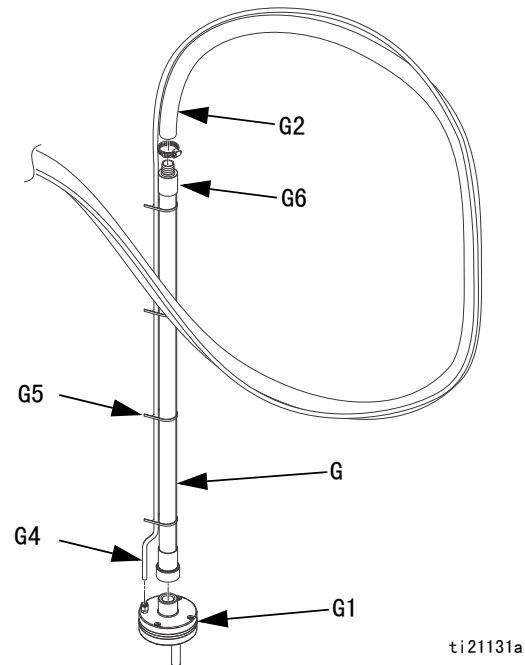

图 8
6. 给螺纹涂上管道密封剂，然后将振动器钢管 (G) 连接至振动器头 (G1)。参见图 8。
7. 将外径为 1.3 英寸 (33 毫米) 的干净真空输送软管 (G2) 与振动器钢管 (G) 相连，并用随附的软管夹进行固定。参见图 8。
8. 将外径为 3/8 英寸的空气管路 (G4) 排布在 1.3 英寸 (33 毫米) 的干净真空输送软管 (G2) 旁边，并在多个点用随附束带 (G5) 固定。参见图 8。
注释：如果进料管 (G) 上静止的胶粘剂积聚过量，则在进料管一端 (G6) 安装可选进料管接地套件 24R708。参见图 8。